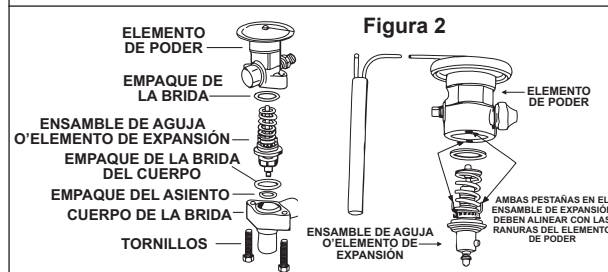

Figura 2
7. Al colocar el elemento de poder, asegúrese que las pestañas del elemento de expansión estén alineados con las ranuras dentro de elemento de poder (Ver figura 2).